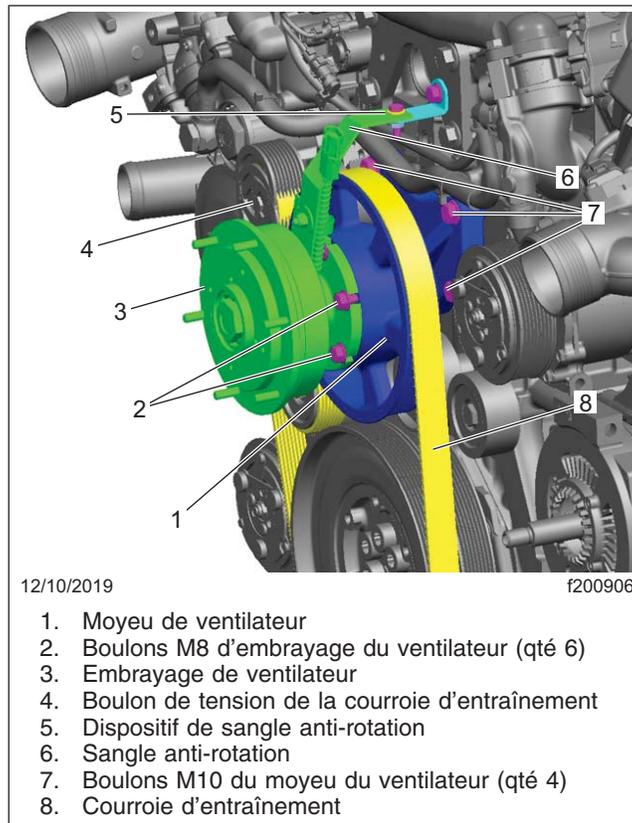

Fig. 1, Ensemble de l'embrayage de ventilateur
5. Retirez le boulon et l'écrou de la sangle anti-rotation, puis mettez-les de côté. Reportez-vous à la figure 1.
6. Desserrez, mais ne retirez pas les six boulons de l'embrayage du ventilateur. Reportez-vous à la figure 1.